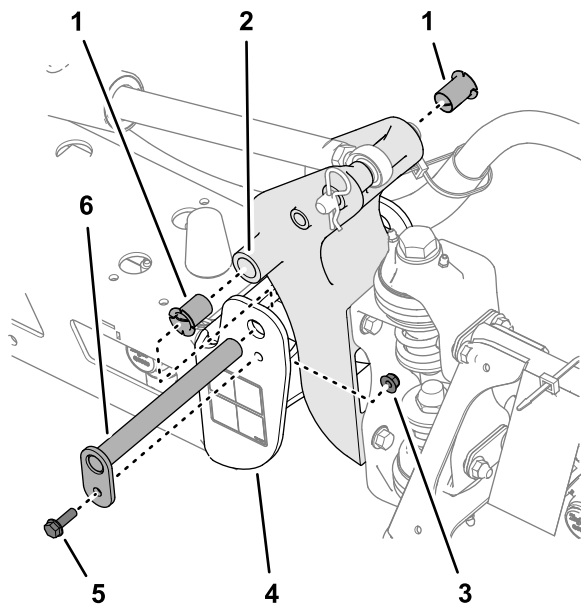

Figura 105
3. Togliete il bullone e il dado che fissano il perno di articolazione, quindi togliete il perno (Figura 105).
5. Togliete le boccole di nylon dal lato frontale e posteriore della staffa orientabile e controllatele (Figura 105).
6. Lubrificate le boccole di nylon con una piccola quantità di olio e montatele sulla staffa orientabile (Figura 105).
7. Allineate i fori nella staffa orientabile con i fori nel canale terminale (Figura 105).